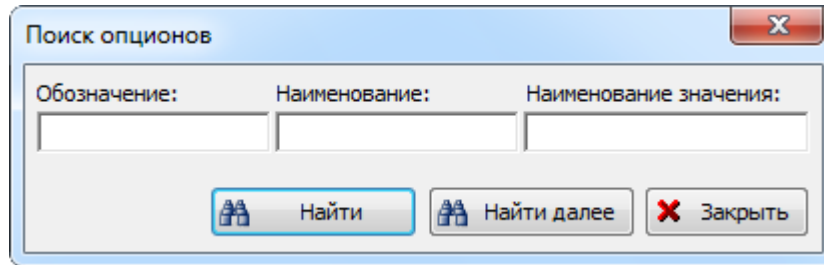

Рис. 13-23 – Окно поиска опционов
- 1) На панели инструментов, правой части окна редактора опционов, нажать кнопку «Поиск». После этого откроется диалоговое окно «Поиск опционов» (рис. 13-23).